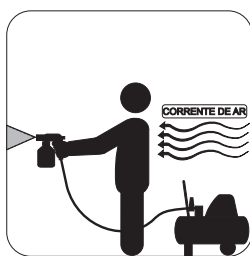

FIGURA 3 - CERTO
**Nota:** Verifique se o compressor será utilizado conforme Figura 3, em caso negativo, isso acarretará falha e perda da garantia